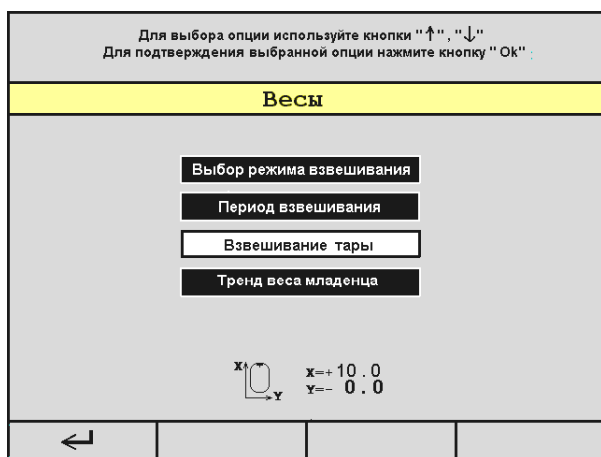

Рисунок 2.3.7 – Вид экрана при переходе в режим работы с весами
- нажатием кнопок «↑», «↓» выбрать опцию «Взвешивание тары», нажать кнопку «Ok» (рисунок 2.3.7);